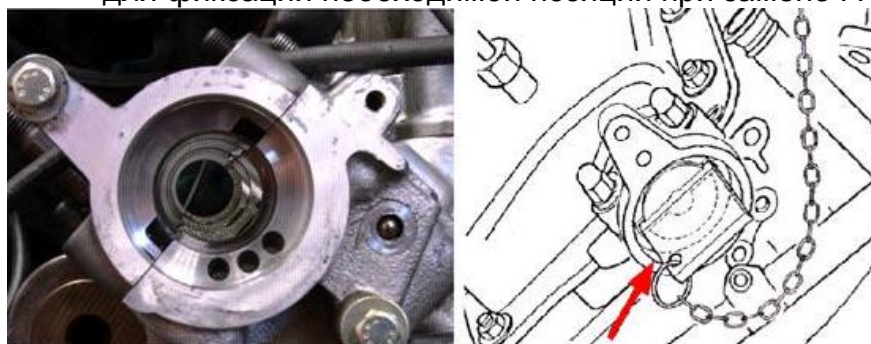

Рис. 5
- 3) Сняв крышку распредвала и вакуумный насос в задней части головки блока цилиндров, вы сможете закрепить установочные пластины для распредвала (GAT4451) в пазы в задней части каждого распределительного вала (Рис. 5). Они поставляются со специальными цепочками, которые крепятся к подходящей части двигателя, чтобы предотвратить падение установочных пластин.